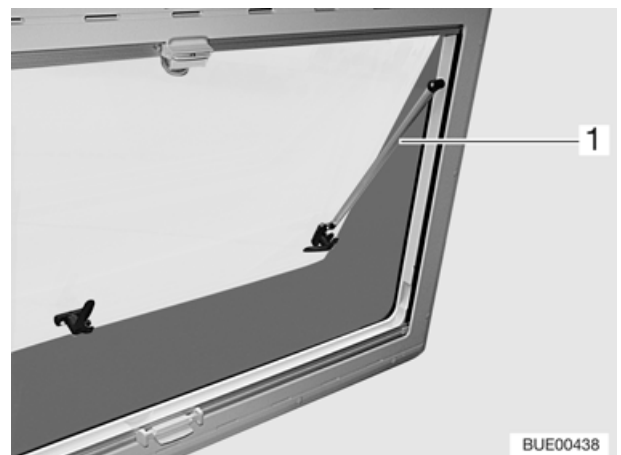

Bild 31 Ausstellfenster, geöffnet
- Ausstellfenster bis zur gewünschten Raststellung öffnen. Teleskopschiene (Bild 31,1) rastet selbstständig ein.